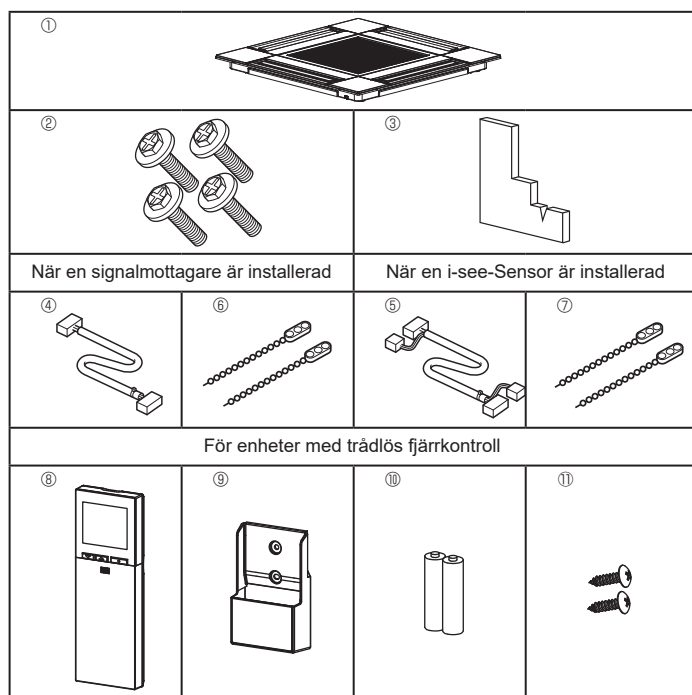

Fig. 10-1
10.1. Kontrollera gallertillbehören (Fig. 10-1)